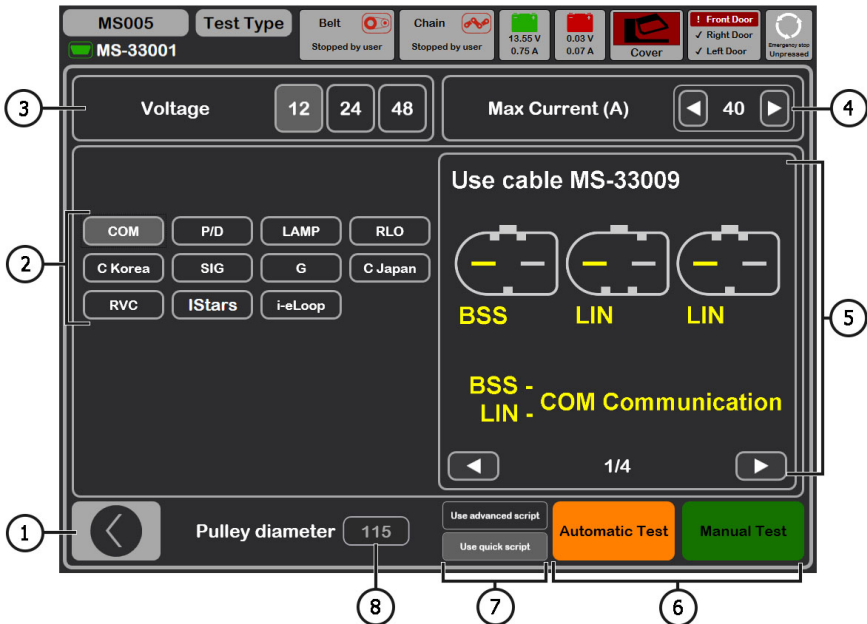

Рисунок 22. Меню вибору типу генератора, що діагностується
Під час активації режиму діагностики генераторів відкривається меню вибору типу генератора, що діагностується (рис. 22), яке містить:
- 7 - Керування навантаженням на генератор, величина задається у відсотках від встановленої величини в меню рис. 22 поз. 4.
"Pulley RPM" - частота обертання на шківі генератора, якщо не вказано розмір шківа в меню рис. 22 поз. 8, то показується значення обертів приводу.